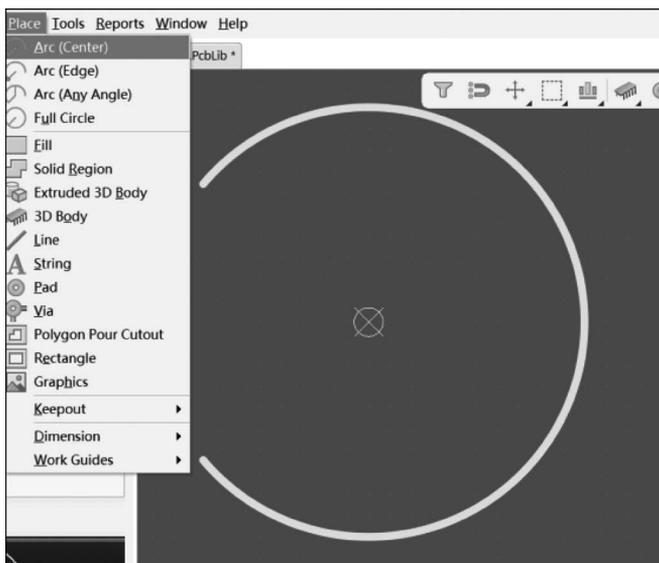
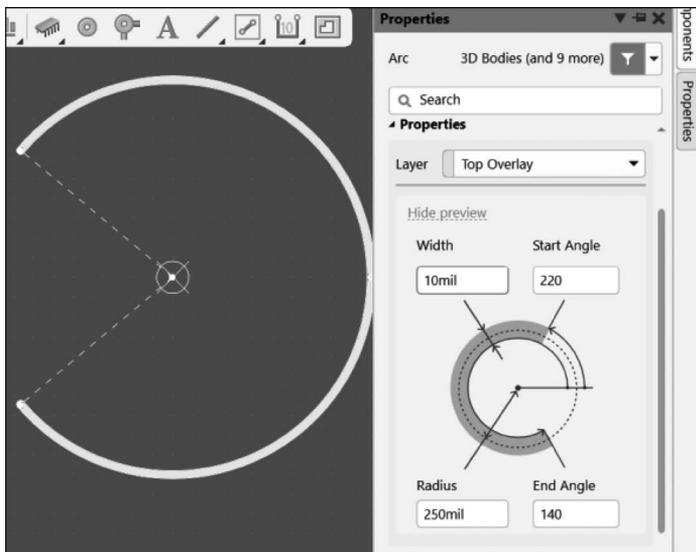

图 3-43 绘制弧形
图 3-44 修改弧形参数
(4) 确定焊盘位置。焊盘主要用于将元件引脚焊接固定在 PCB 上,并将引脚与 PCB 上的铜模导线连接起来,实现电气意义上的连接。由封装尺寸图可知,8 个焊盘中心在直径为 500mil 的圆弧上,按顺时针排序,其中第一个焊盘与中心线夹角 140° ,相邻焊盘间的中心角为 40° 。首先在 Top Overlay(顶层丝印层)绘制圆弧,选择 Place→Arc(Center)命令,可先大致画出弧形的形状,如图 3-43 所示,再双击该弧线,在 Properties 面板中修改弧形参数,如图 3-44 所示。